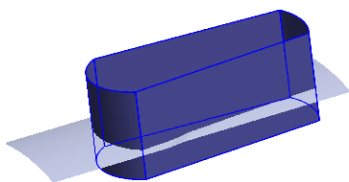

图 5.12.15 曲面-拉伸 2
Step13. 创建图 5.12.15 所示的零件特征——曲面-拉伸 2。选择下拉菜单 **插入(I)**  **曲面(S)**  **拉伸曲面(E)...** 命令，系统弹出“拉伸”对话框；选取基准面 1 为草图基准面；绘制图 5.12.16 所示的横断面草图，建立相应约束并修改尺寸，然后选择下拉菜单 **插入(I)**  **退出草图** 命令，此时系统弹出“曲面-拉伸”对话框；采用系统默认的拉伸方向；在“曲面-拉伸 2”对话框 **方向1** 区域的下拉列表中选择 **给定深度** 选项，输入深度值 50.0；在 **方向2** 区域的下拉列表中选择 **给定深度** 选项，输入深度值 10.0；单击对话框中的  按钮，完成曲面-拉伸 2 的创建。